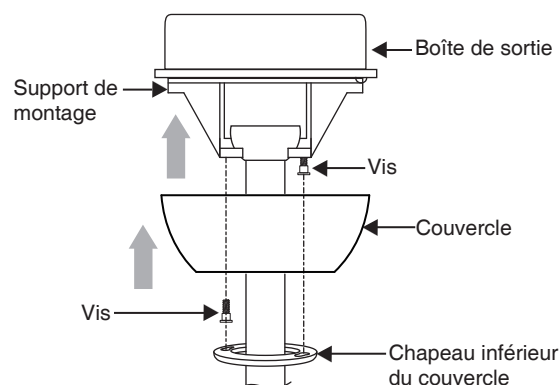

Fig. 10
2. Faites coulisser le couvercle vers le haut jusqu'au support de montage et placez le trou de clé situé sur le couvercle par-dessus la vis du support de montage, puis tournez le couvercle jusqu'à ce que le verrouillage s'enclenche au niveau de la section étroite des trous de clé. (Fig. 10)